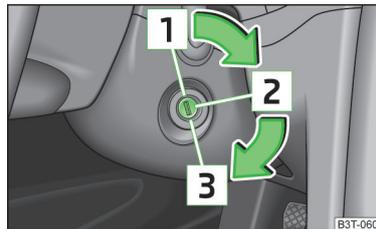

Abb. 122
- Während der Fahrt mit stehendem Motor muss der Zündschlüssel immer in der Stellung [Z] » Abb. 122 auf Seite 134 (Zündung eingeschaltet) sein. Diese Stellung wird durch das Aufleuchten von Kontrollleuchten angezeigt. Wenn das nicht der Fall ist, könnte es unerwartet zur Verriegelung der Lenkung kommen - es besteht Unfallgefahr!
Benzinmotoren » Abb. 122
Dieselmotoren » Abb. 122
Wenn die **Lenkung gesperrt ist** und der Schlüssel sich nicht oder nur schwer in die Position  » Abb. 122 drehen lässt, dann ist das Lenkrad etwas hin und her zu bewegen - die Lenkungsverriegelung wird dadurch entriegelt.
- Die Zündung einschalten **2** » Abb. 122 auf Seite 134.
» Abb. 122 auf Seite 134.